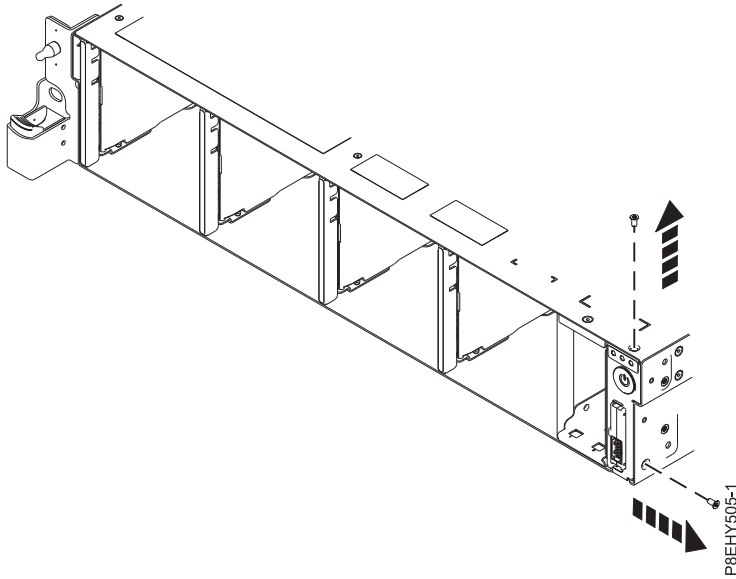

Figura 105. Extracción de los tornillos de la parte superior y lateral
8. Extraiga los tornillos de la parte superior y lateral del interruptor de alimentación. Consulte la Figura 105 en la página 92.